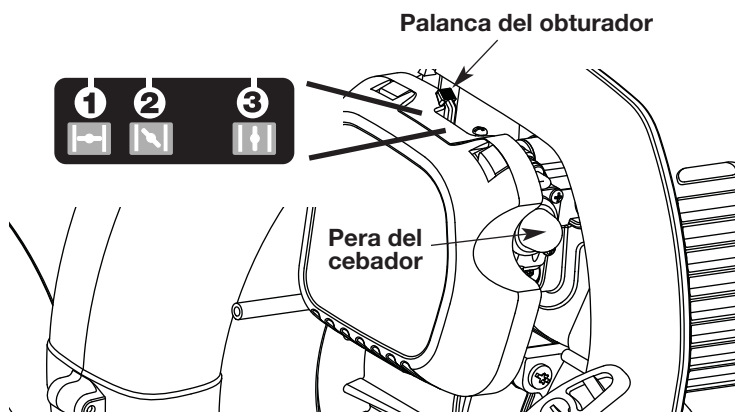
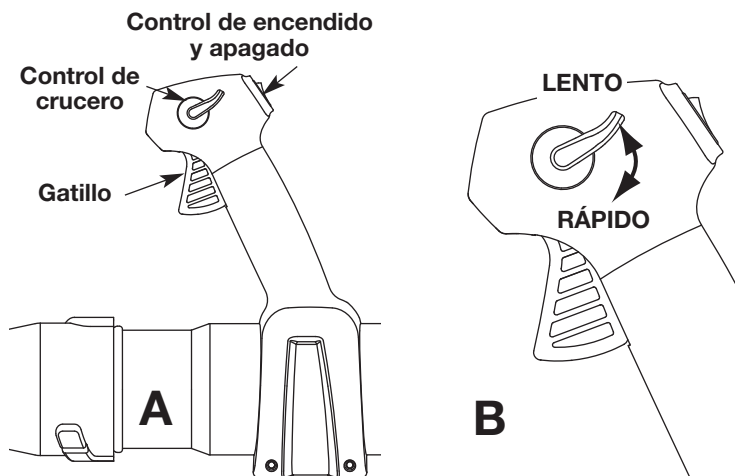
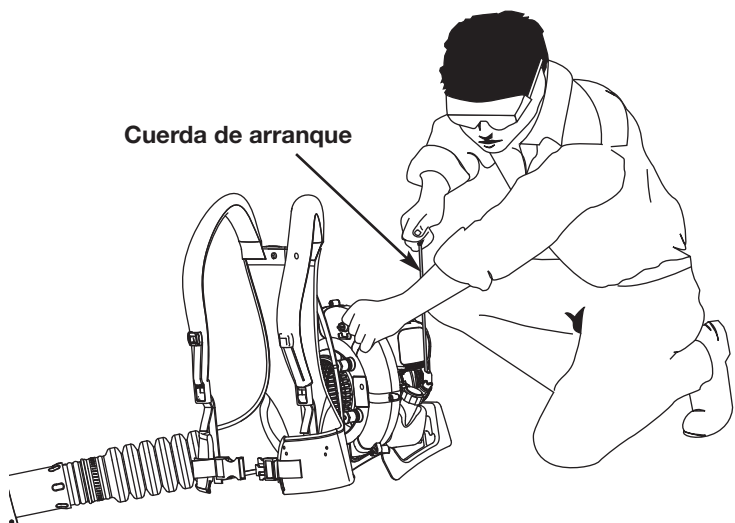

Fig. 14
Fig. 15
Fig. 16
ADVERTENCIA: Evite los arranques accidentales. Colóquese en posición de inicio cuando tire de la cuerda de arranque (Fig. 16). El operador y la unidad deben estar en una posición estable al arrancar la unidad para evitar graves lesiones personales. Para evitar lesiones personales graves, asegúrese de que los tubos de la sopladora estén colocados antes de hacer funcionar la unidad.
- NOTA:** No hay necesidad de arrancar la unidad. El control de Encendido/Apagado está en la posición ENCENDIDO (I) en todo momento.
3. Oprima y suelte completamente la pera del cebador **10** veces, lentamente. Deberá verse alguna cantidad de combustible en la pera del cebador (Fig. 14). Si no se ve combustible en la pera, oprima la pera hasta que se vea el combustible.
4. Coloque la palanca del obturador en la **Posición 1** (Fig. 14).
- NOTA:** La unidad debe arrancarse en vacío. No apriete el gatillo hasta que el paso 8 (Fig. 15, A).
5. **No apriete el gatillo.** Colóquese en la posición de arranque (Fig. 16). Tire de la cuerda de arranque **5** veces en un movimiento controlado.
6. Coloque la palanca del obturador en la **Posición 2** (Fig. 14).
8. Apriete y sostenga el gatillo, o presione el control de crucero (Fig. 15, A), y permitir que el motor se caliente durante 30 a 60 segundos.
9. **Continuar oprime el gatillo.** Mover la palanca del obturador a la **Posición 3** (Fig. 14) y continuar el calentamiento del motor por un período adicional de 60 segundos. Durante este tiempo la unidad puede ser utilizada.
2. Oprima y mantenga oprimido el Control de encendido y apagado en la posición APAGADO (O) hasta que el motor se detenga por completo (Fig. 15, A).
1. Una vez que el motor haya arrancado y esté caliente, oprima el gatillo para acelerar la unidad según sea necesario (Fig. 15, A).
2. Para períodos de funcionamiento más prolongados y para eliminar la posibilidad de fatiga en el dedo, mueva el control de crucero hacia la posición **RÁPIDO** para aumentar poco a poco o mantener la velocidad del motor de la unidad (Fig. 15, B). Cuando se oprima el control de crucero, el gatillo retrocederá hacia la manija.
3. Para disminuir la velocidad del motor, mueva el control de crucero hacia la posición **LENTO** y el gatillo regresará a la posición de marcha en vacío (Fig. 15, B).
NOTA: La unidad debe arrancarse en vacío. No apriete el gatillo hasta que el paso 10 (Fig. 15, A).
5. Agáchese en la posición de arranque (Fig. 16). Inserte el arrancador eléctrico o el Power Start Bit™ en la parte trasera de la unidad (Fig. 32). Consulte la sección de *Operación* del manual del operador del Arrancador Eléctrico o Accesorio de Arranque Eléctrico Opcional Power Start Bit™.
6. **No apriete el gatillo.** Apriete y sostenga el botón de ENCENDIDO (I) del arrancador eléctrico o taladro durante 2 segundos.
7. Coloque la palanca del obturador en la **Posición 2** (Fig. 14).
8. **No apriete el gatillo.** Apriete y sostenga el botón de ENCENDIDO (I) del arrancador eléctrico o taladro durante 2 segundos, hasta que la unidad arranque.
10. Apriete y sostenga el gatillo, o presione el control de crucero (Fig. 15, A), y permitir que el motor se caliente durante 30 a 60 segundos.
11. **Continuar oprime el gatillo.** Mover la palanca del obturador a la **Posición 3** (Fig. 14) y continuar el calentamiento del motor por un período adicional de 60 segundos. Durante este tiempo la unidad puede ser utilizada.
2. Oprima y mantenga oprimido el Control de encendido y apagado en la posición APAGADO (O) hasta que el motor se detenga por completo (Fig. 15, A)
2. Para períodos de funcionamiento más prolongados y para eliminar la posibilidad de fatiga en el dedo, mueva el control de crucero hacia la posición RÁPIDO para aumentar poco a poco o mantener la velocidad del motor de la unidad (Fig. 15, B). Cuando se oprima el control de crucero, el gatillo retrocederá hacia la manija.
3. Para disminuir la velocidad del motor, mueva el control de crucero hacia la posición LENTO y el gatillo regresará a la posición de marcha en vacío (Fig. 15, B).
- Use la control de cruceo (Fig. 15) para mantener el gatillo oprimido mientras esté trabajando para facilitar el funcionamiento continuo.